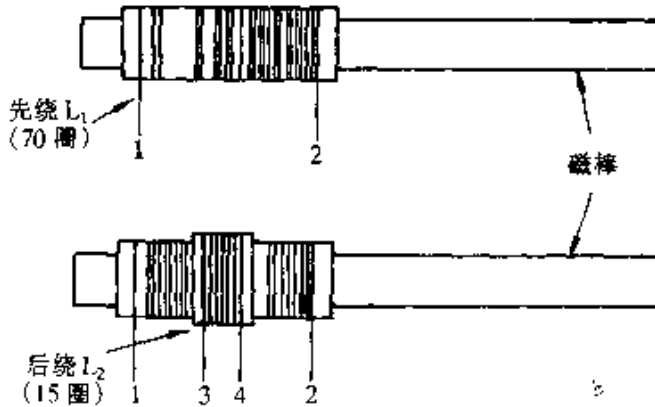

图 4-37
② 磁性天线需自行绕制。选用一根直径 10mm、长 100mm 左右的磁棒，用牛皮纸在磁棒上做一个可以来回滑动的骨架，用多股纱包线(也可用漆包线)在骨架上密绕 70 圈作为 L_1 ，开头为“1”端，结尾为“2”端(见图 4-37)。在 L_1 上缠一层牛皮纸，用相同的纱包线或漆包线在其上按同方向密绕 15 圈作为 L_2 ，开头为“3”端，结尾为“4”端。